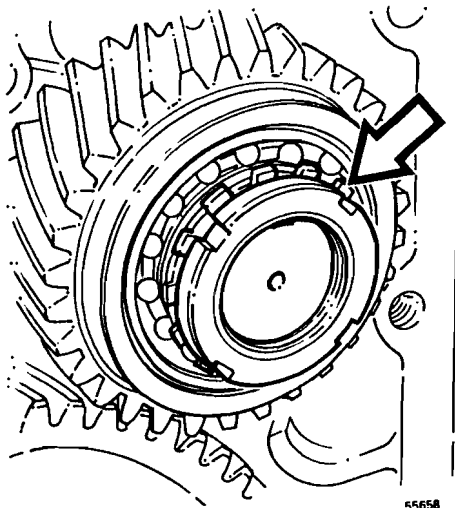
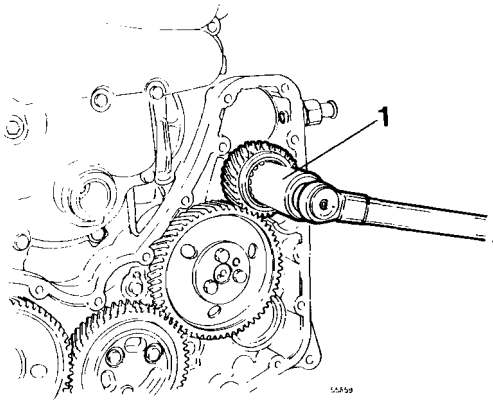

Fig. 168
Fig. 179
- 14 Levantar la chapa de cierre del piñón intermedio de la bomba de agua, véase fig. 168.
- 29 Montar con cuidado el piñón intermedio, el cojinete exterior, la arandela, la chapa de seguridad y la tuerca. Apretar la tuerca según la fig. 179, asegurarla después (fig. 168).